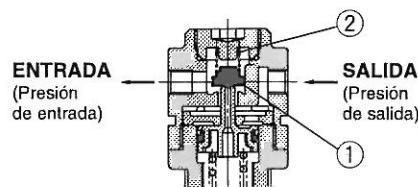

Figura 2
Cuando la presión de entrada ( $P_1$ ) se cierra y se descarga, toda presión aplicada a la válvula (1) se perderá. La fuerza de la válvula de asiento (1) se debe sólo al muelle de la válvula (2). Cuando la válvula (1) se abre mediante la fuerza de salida, la presión de salida se evaca en el lado de entrada. (figura 2)